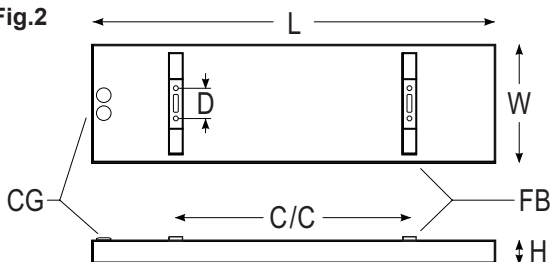

Fig.3
2. The two supplied ceiling brackets should be fitted with a C/C distance, see fig.2 and table. There are two mounting holes per ceiling bracket, where "D" is the distance between the holes, fig.3. The fixing brackets "FB", on top of the heater, is to be hung up and fixed to the ceiling brackets.
2. Ein Satz Deckenhalterungen wird mitgeliefert. Den Halterungsabstand „C/C“ entnehmen Sie fig.2 und der Tabelle. Jede Deckenhalterung hat zwei Montagelöcher. In fig.3 ist „D“ der Abstand zwischen den Löchern. Die Montage-Halterungen „FB“ an der oberen Seite des Geräts sind gemeint für zur Befestigung an der den Wand- oder Deckenhalterungen vorgesehen.
2. Un jeu de supports de montage est inclus avec la livraison. La distance d'installation «C/C» doit être respectée, voir la figure 2 et le tableau. Il y a deux trous de montage par support de montage (plafond). «D» est la distance entre les trous (fig.3). Le support de montage «FB» sur le chauffage est destiné à être fixé aux supports de plafond.
2. Met de levering is een set montagebeugels begrepen. De montageafstand "C/C" dient in acht te worden gehouden, zie fig.2 en de tabel. Er zijn twee montagegaten per montagebeugel (plafond). "D" is de afstand tussen de gaten (fig. 3). De montagebeugel "FB" op de heater zijn voor de bevestiging aan de plafond beugels.
2. Medföljande takfästen ska monteras med ett C/C-avstånd, se fig.2 och tabell. Det finns två hål per fäste där "D" är avståndet mellan hålen, fig.3. Monteringsfästen "FB", ovanpå värmaren, ska hängas upp och skruvas fast i takfästena.